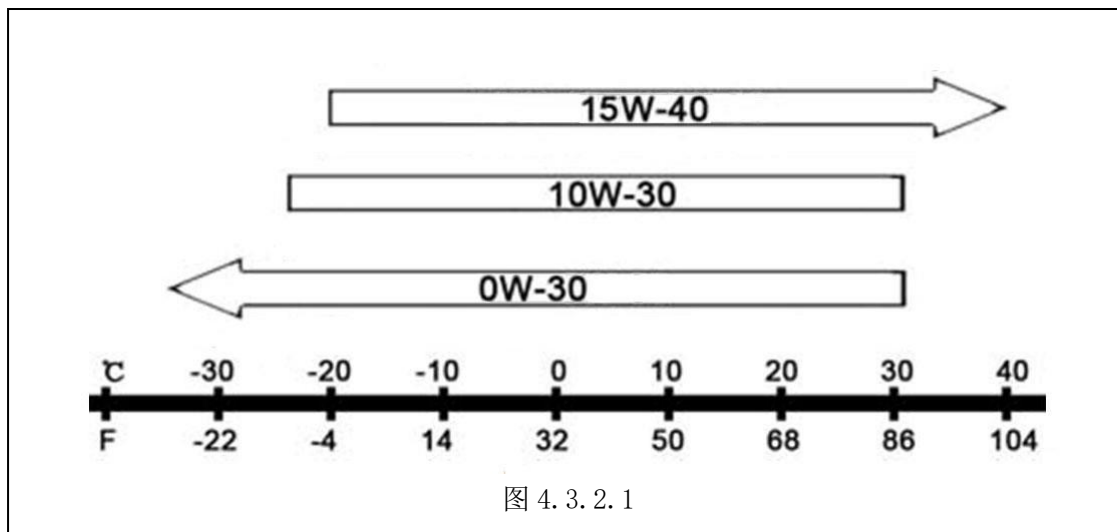

图 4.3.2.1
发动机润滑油应参照图 4.3.2.1，根据气温选用规定的机油牌号。
1) 油面检查 (见图 4.3.2.2)